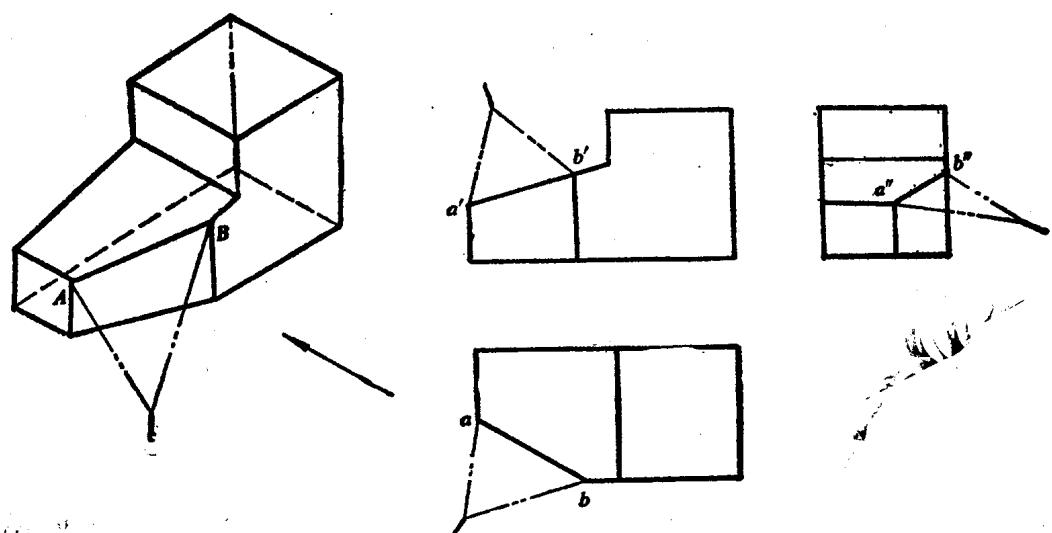

图1-17 直线的投影特性（一）
1. 直线与投影面倾斜——收缩性 如图1-17所示，楔块上的轮廓线  $AB$  与  $V$  面、 $H$  面、 $W$  面都倾斜，它在三视图上的投影  $a'b'$ 、 $ab$  及  $a''b''$  都短于轮廓线  $AB$ 。这种直线变短的性质称为直线的收缩性。